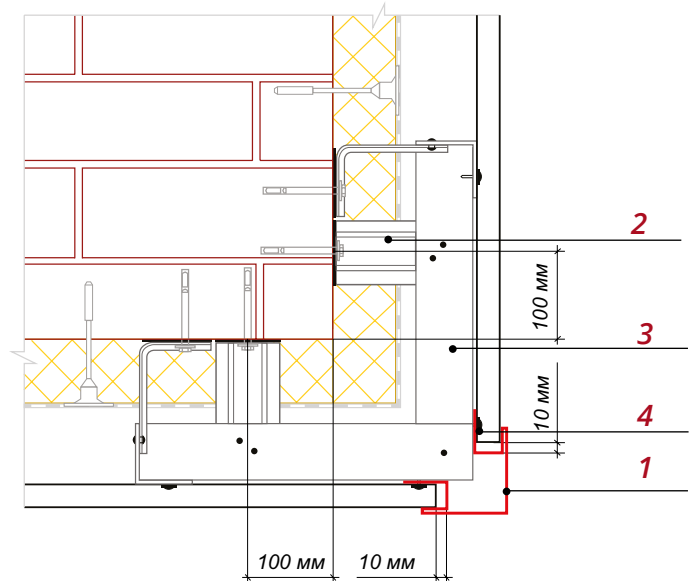

Рис. 6
- Закрепите Планку угла внешнего **1** саморезами **4** к горизонтальному крепежному профилю, предварительно выставив ее по уровню (рис.6).